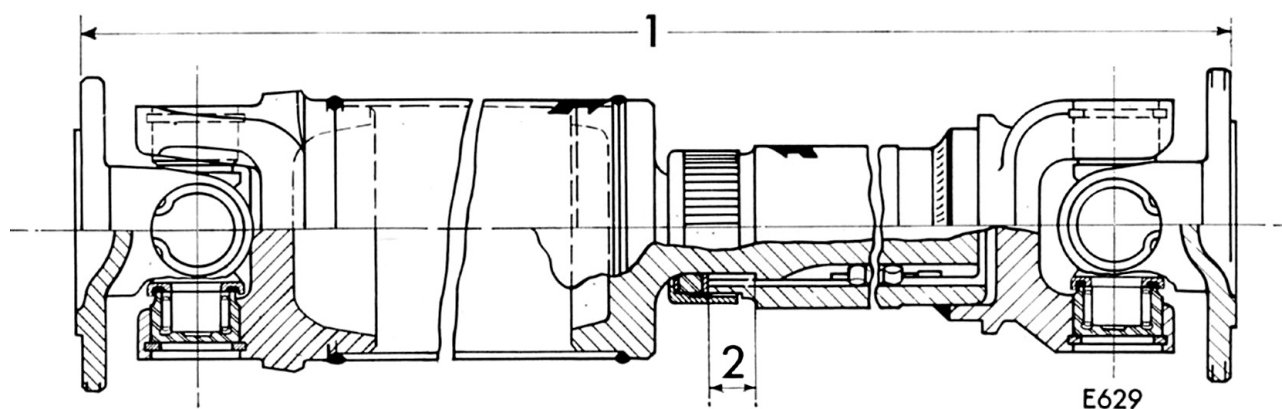
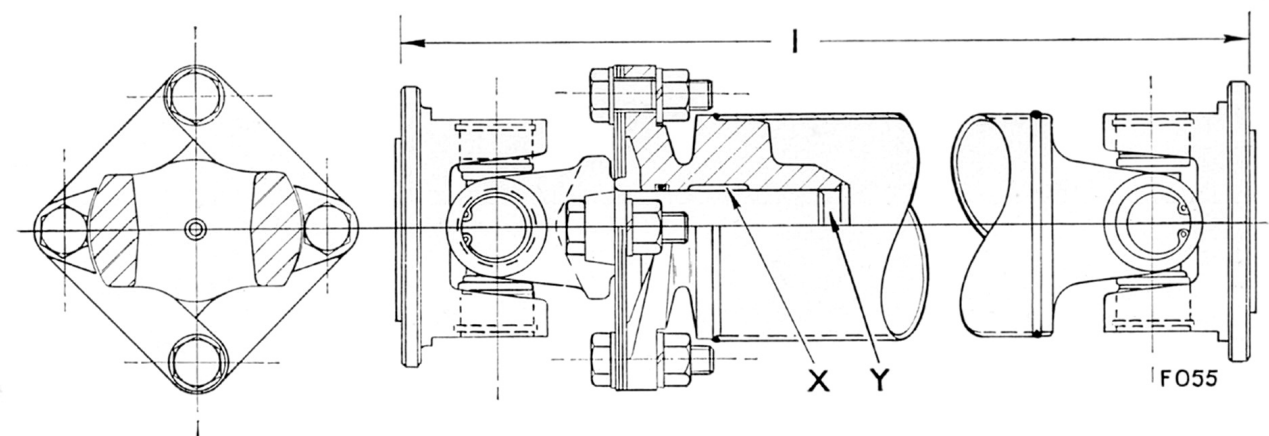

Fig. 2. Arbre de transmission de type "frictionless"
Fig. 3. Arbre de transmission de type "strap drive"
Il existe deux modèles d'arbre télescopique : "frictionless" (sans friction) (Fig. 2) ou "strap drive" (Fig. 3).
Pendant le réassemblage des arbres de transmission de type "strap-drive", utiliser le même type de graisse pour lubrifier le point "X", Fig. 3.
Regraisser l'alésage en "Y" (Fig. 3) avec de la graisse Q.5648 et lubrifier en "X" (Fig. 3) avec de la graisse Shell Dentax 250 or Retinax "A" ou équivalent.
Remonter en suivant la procédure de démontage dans l'ordre inverse. En réassemblant les brides de fixation (1), s'assurer qu'elles sont correctement entrelacées comme indiqué Fig. 3.